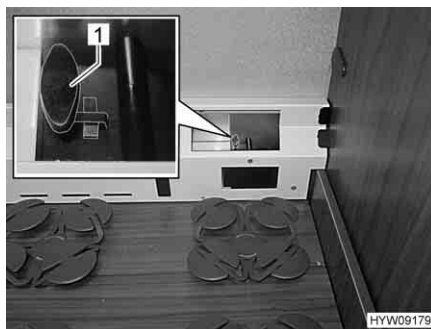

Fig. 158 Valvola di chiusura per zona di coda
- La manopola (Fig. 158,1) si trova in senso longitudinale rispetto al tubo: La potenza di riscaldamento massima nella zona di coda.
- La manopola (Fig. 158,1) si trova in senso trasversale rispetto al tubo: La zona di coda non viene riscaldata.
- La manopola (Fig. 158,1) si trova in una posizione intermedia: La potenza di riscaldamento nella zona di coda varia a seconda della posizione della manopola.